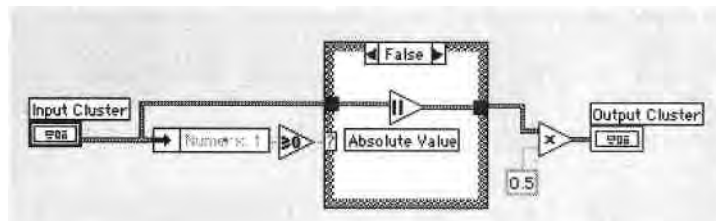

Рис. 7.49
4. Постройте блок-диаграмму, как показано на рис. 7.49. В ней должны бы 11 задействованы оба варианта ЛОЖЬ и ИСТИНА структуры варианта.И